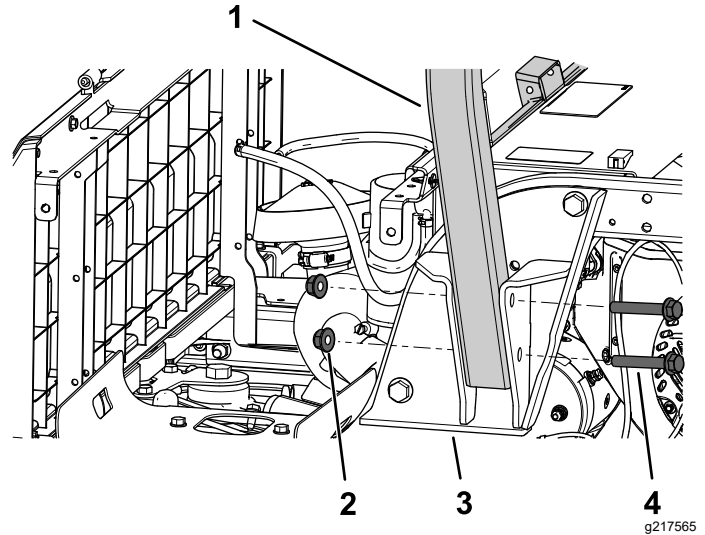

Figura 26
1. Fissate un lato del roll bar a una staffa del ROPS utilizzando 2 bulloni a testa flangiata ($\frac{1}{2}$ " x $3\frac{1}{2}$ ") e 2 dadi di bloccaggio ($\frac{1}{2}$ ") come illustrato nella Figura 26.